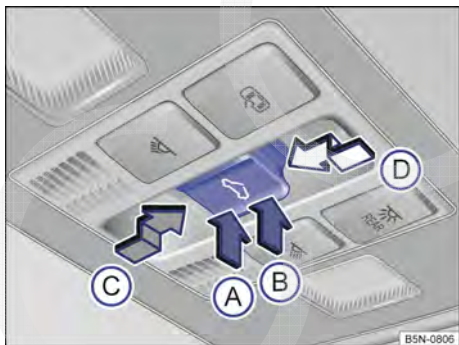

Fig. 99 No revestimento do teto: botão do teto de vidro.
O botão → Fig. 99 tem 2 níveis. No 1º nível o teto pode ser totalmente ou parcialmente levantado, aberto ou fechado.
- **Levantar o teto de vidro:** pressionar o botão na área traseira → Fig. 99 **B** até o primeiro nível. Curso automático: pressionar rapidamente o botão na área traseira **B** até o segundo nível.
- Dentro de alguns segundos após o acionamento do limitador de força, pressionar o botão  → Fig. 99 até o segundo o nível na direção da seta → Fig. 99 ⓘ até que o teto de vidro esteja totalmente fechado.